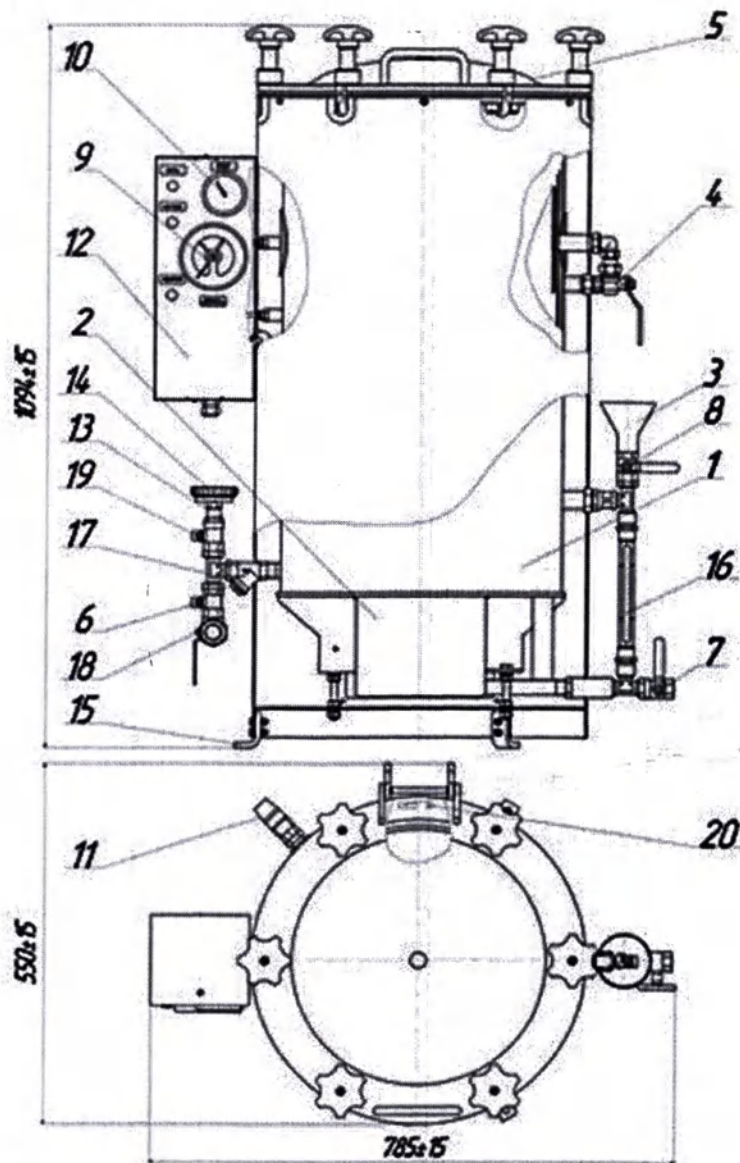

Рисунок 1 – Стерилизатор паровой ВКа-75-ПЗ:
1.4.1 Внешний вид стерилизатора приведён на рисунке 1. Основными частями стерилизатора являются: стерилизационная камера (поз. 1, рис.1), парогенератор (поз. 2, рис.1), крышка (поз. 5, рис.1) и блок управления (поз. 12, рис.1).
1.4.2 Стерилизационная камера имеет цилиндрическую форму с эллиптическим дном. Стерилизационная камера и парогенератор представляют собой единую сварную конструкцию. На стерилизационной камере закреплена крышка (поз. 5, рис.1), которая через уплотнительное кольцо при помощи шести винтовых прижимов создает необходимую герметичность камеры. Сливное отверстие камеры имеет фильтр сетчатый (поз. 17, рис.1).
1.4.3 Вода заливается в парогенератор через воронку (поз. 3, рис.1) при открытом вентиле «Вода в парогенератор» (поз. 8, рис.1). После заливки воды в парогенератор вентиль необходимо закрыть.
Слив воды из парогенератора производится открыванием сливного вентиля «Слив парогенератора» (поз. 7, рис.1). Сливать воду из парогенератора необходимо всегда, когда есть вероятность охлаждения стерилизатора до отрицательных температур (транспортирование, хранение и т.п.).
Для наблюдения за уровнем воды имеется водоуказательная трубка (поз. 16, рис.1), на кожухе которой нанесены две риски – максимальный и минимальный уровень.
1.4.4 На блоке управления расположены индикаторы «Авария», «Нагрев», «Сеть», мановакуумметр (поз. 10, рис.1) и манометр (поз. 9, рис.1).
1.4.6 Сушка простерилизованного материала производится под вакуумом, который создается с помощью эжектора (поз. 13, рис.1). По окончании эжекции (сушки) для восстановления в стерилизационной камере нормального атмосферного давления в нее подается воздух через фильтр бактериальный (поз. 14, рис.1). Указателем давления внутри стерилизационной камеры служит мановакуумметр.
1.4.7 Вентиль «Пар в камеру» (поз. 4, рис.1) предназначен для впуска пара в камеру из парогенератора. Он позволяет перекрыть поступление пара в стерилизационную камеру во время загрузки, эжекции (сушки) и разгрузки стерилизатора, сохраняя тем самым рабочее давление в парогенераторе для последующих циклов стерилизации.
1.4.8 Через вентиль «Сброс пара» (поз. 6, рис.1) осуществляется сброс пара.
1.4.9 Защитное заземление подключается к одной из опор (поз. 15, рис.1), расположенной в нижней части стерилизатора.
1.4.11 В стерилизаторе размещен предохранительный клапан (поз. 11, рис.1), который отрегулирован на давление $0,30 \pm 0,02$ МПа ($3,0 \pm 0,2$ кгс/см²) и предназначен для сброса пара в аварийной ситуации.
2.2.5 Соединить выход эжектора (см. рис. 1) с канализацией с помощью шланга с внутренним диаметром не менее 12 мм, подсоединить вход эжектора (вентиль «Вода в эжектор» поз.18, рис. 1) к водопроводу с помощью шланга с накидной гайкой $3/4"$. Для эффективной работы эжектора давление воды в водопроводе должно быть не менее 0,17 МПа ($1,7 \text{ кгс/см}^2$), не должно создаваться препятствий для выброса отработанной воды из эжектора, поэтому ввод в канализацию должен располагаться как можно ниже по отношению к выходу эжектора (на расстоянии не менее 20 см по вертикали), линия слива должна иметь уклон $5 - 20^{\circ}$. Для контроля давления воды в водопроводе рекомендуется установить на магистрали манометр.
2.2.8 Открыть вентили «Пар в камеру», «Сброс пара», «Вода в парогенератор» (поз.4,6,8, рис.1). Залить воду в парогенератор через воронку (поз. 3, рис.1) до верхней риски. После заполнения парогенератора (поз. 2, рис.1) водой закрыть вентили 4,6,8.
2.2.9 Установить стрелки манометра (поз. 9, рис.1) в положение, указывающее пределы автоматического поддержания давления в зависимости от вида стерилизуемого материала. При этом нижнюю стрелку установите по нижнему предельному значению рабочего давления, а верхнюю рабочее давление + 0,02 МПа (+0,2) кгс/см².
2.2.10 Перед началом рабочей смены необходимо прогреть стерилизационную камеру (поз. 1, рис.1), для чего при достижении давления пара в парогенераторе 1,1 бар, по манометру (Давление в парогенераторе), полностью откройте вентиль «Пар в камеру». При достижении давления пара в стерилизационной камере 1,1 бар на мановакуумметре (поз. 10, рис.1), откройте полностью вентиль «Сброс пара» и установите вентиль «Пар в камеру» в таком положении, чтобы давление в стерилизационной камере установилось в пределах (0,1-0,5) бар. Оставьте стерилизатор в таком положении на 3 минуты, после чего полностью закройте вентиль «Сброс пара», полностью откройте вентиль «Пар в камеру» и доведите давление в стерилизационной камере до 1,5 бар на мановакуумметре.
Затем проведите процедуру вакуумирования, для чего закройте вентиль «Пар в камеру», полностью откройте вентиль «Сброс пара» при этом вентиль «Вода в эжектор» должен быть закрыт, и при падении давления в стерилизационной камере до 0,2 бар на мановакуумметре, полностью откройте вентиль «Вода в эжектор» и оставьте стерилизатор в таком положении на 2 минуты. Затем закройте вентиль «Сброс пара» и затем закройте вентиль «Вода в эжектор». После откройте вентиль «Воздух в камеру» для выравнивания давления в камере с атмосферным. Затем откройте крышку (поз. 5, рис.1), стерилизационной камеры, закройте вентиль «Воздух в камеру» и загрузите стерилизационную камеру.
Рекомендации по выбору режима стерилизации изделий медицинского назначения в данном стерилизаторе указаны в таблице 3. Установите стрелки манометра (поз. 9, рис.1) в положение, указывающее пределы автоматического поддержания давления. Подробнее п. 2.2.9.
- работоспособность мановакуумметра (поз. 10, рис.1) и электроконтактного манометра (поз. 9, рис.1) (визуально);